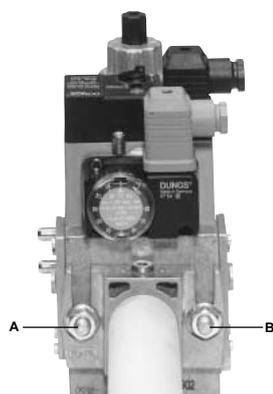
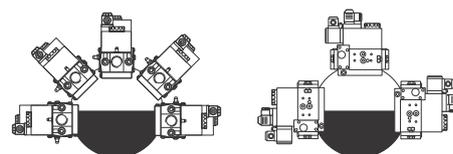

Fig. 5
Fig. 8
3. stringere le viti A, B, C e D (Fig. 5 - Fig. 6), rispettando le posizioni di montaggio (Fig. 8);